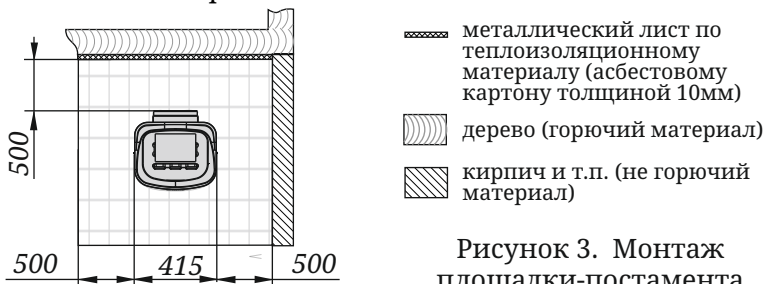

Рисунок 3. Монтаж площадки-постамента
- при напольной установке — под электрокаменкой необходимо сделать основание из кирпича или другого негорючего материала или площадку-постамент из негорючего материала высотой 100 мм от уровня деревянного пола. Габариты площадки должны быть такие, чтобы минимальное расстояние от электрокаменки до краев площадки составляло не менее 500 мм (рисунок 3). На пол из негорючего материала электрокаменка устанавливается без дополнительного постамента.
Установите печь на специально подготовленное место для ее эксплуатации (рисунок 3). Убедитесь, что электрокаменка собрана и установлена в соответствии с требованиями СП 7.13130.2013 и настоящего руководства.